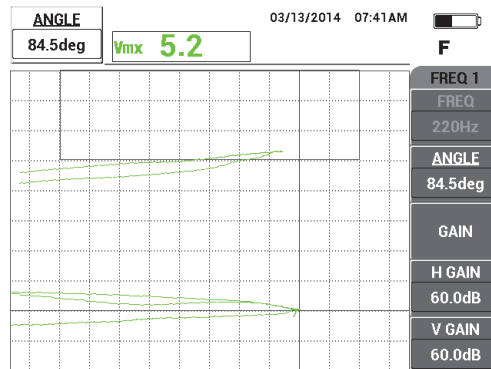

Abbildung 5-25 Niedriges Liftoff-Signal so nah wie möglich an der horizontalen Achse
6. Drücken Sie die Direktzugriffstaste ANGLE () , und stellen Sie mit dem Drehknopf das niedrige Liftoff-Signal so ein, dass es so nah wie möglich an die horizontale Achse reicht (siehe Abbildung 5-25 auf Seite 154).